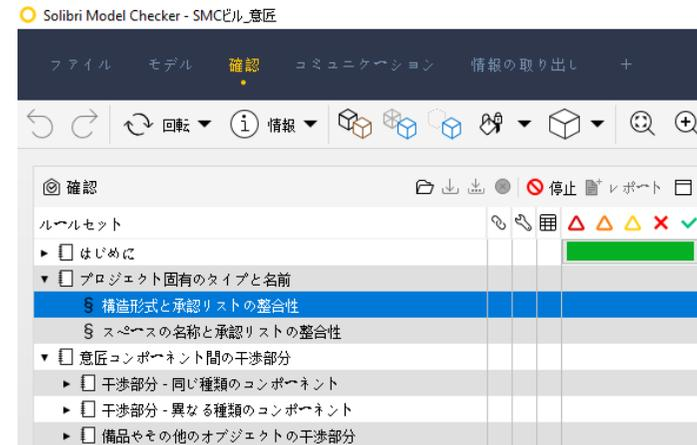

図 44. 確認プロセスの開始
- 2) モデルの確認が始まり、確認の結果内容が一覧に表示されます。（図 44 を参照）